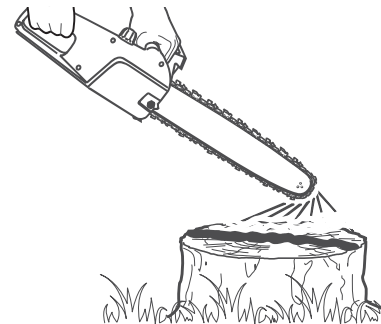

Fig. 18
1. Asegúrese de que la espada (11) y la cadena (10) están en su lugar al comprobar el suministro de aceite.
2. Arranque el motor; déjelo en marcha a potencia media y compruebe si el aceite de cadena se suministra como se muestra en la Fig. 18.